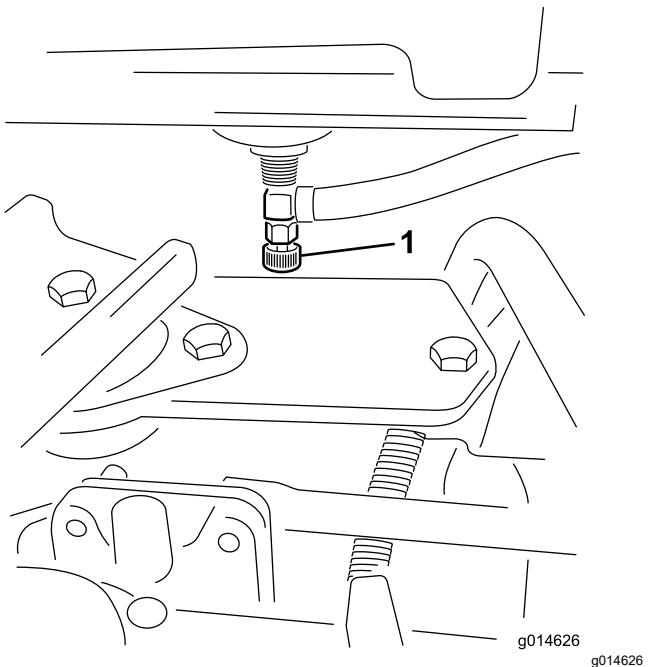

Figura 32
1. Cierre la válvula de cierre del combustible (Figura 32), situada debajo del depósito de combustible.